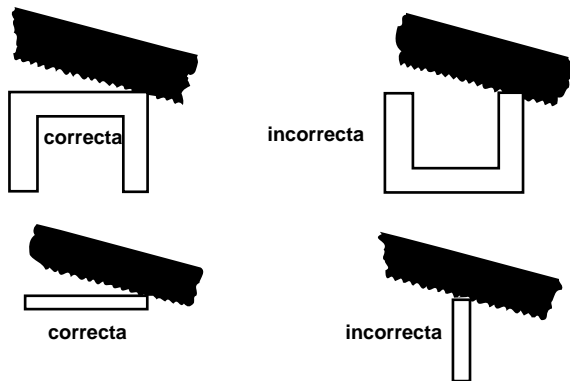

Figura 2 – Trabaje en la posición correcta
1. Asegure que la pieza que se cortará esté bien sujeta y en la posición correcta, es decir, que la pieza quede en contacto con el mayor número de dientes. (Figura 2)